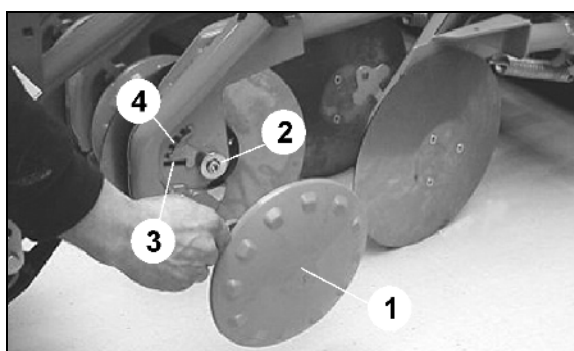

Рис. 86
3. Возьмите балку с зубьями-загортачами за ручку кронштейна (Рис. 86/3).
4. Установите рабочую глубину зубьев-загортчей, закрепив кронштейн с помощью пальца (Рис. 86/1).
6. С помощью пальца (Рис. 86/2) измените положение установочного угла зубьев к почве
Обратите внимание на то, чтобы палец (Рис. 86/2) был вставлен ниже кронштейна (Рис. 86/3) в регулировочном сегменте.
Установочный угол устанавливается на меньшую глубину, чем глубже вставлен палец (Рис. 86/2) в регулировочном сегменте.
7. После каждой перестановки застопорите палец (Рис. 86/2) пружинным зажимом.